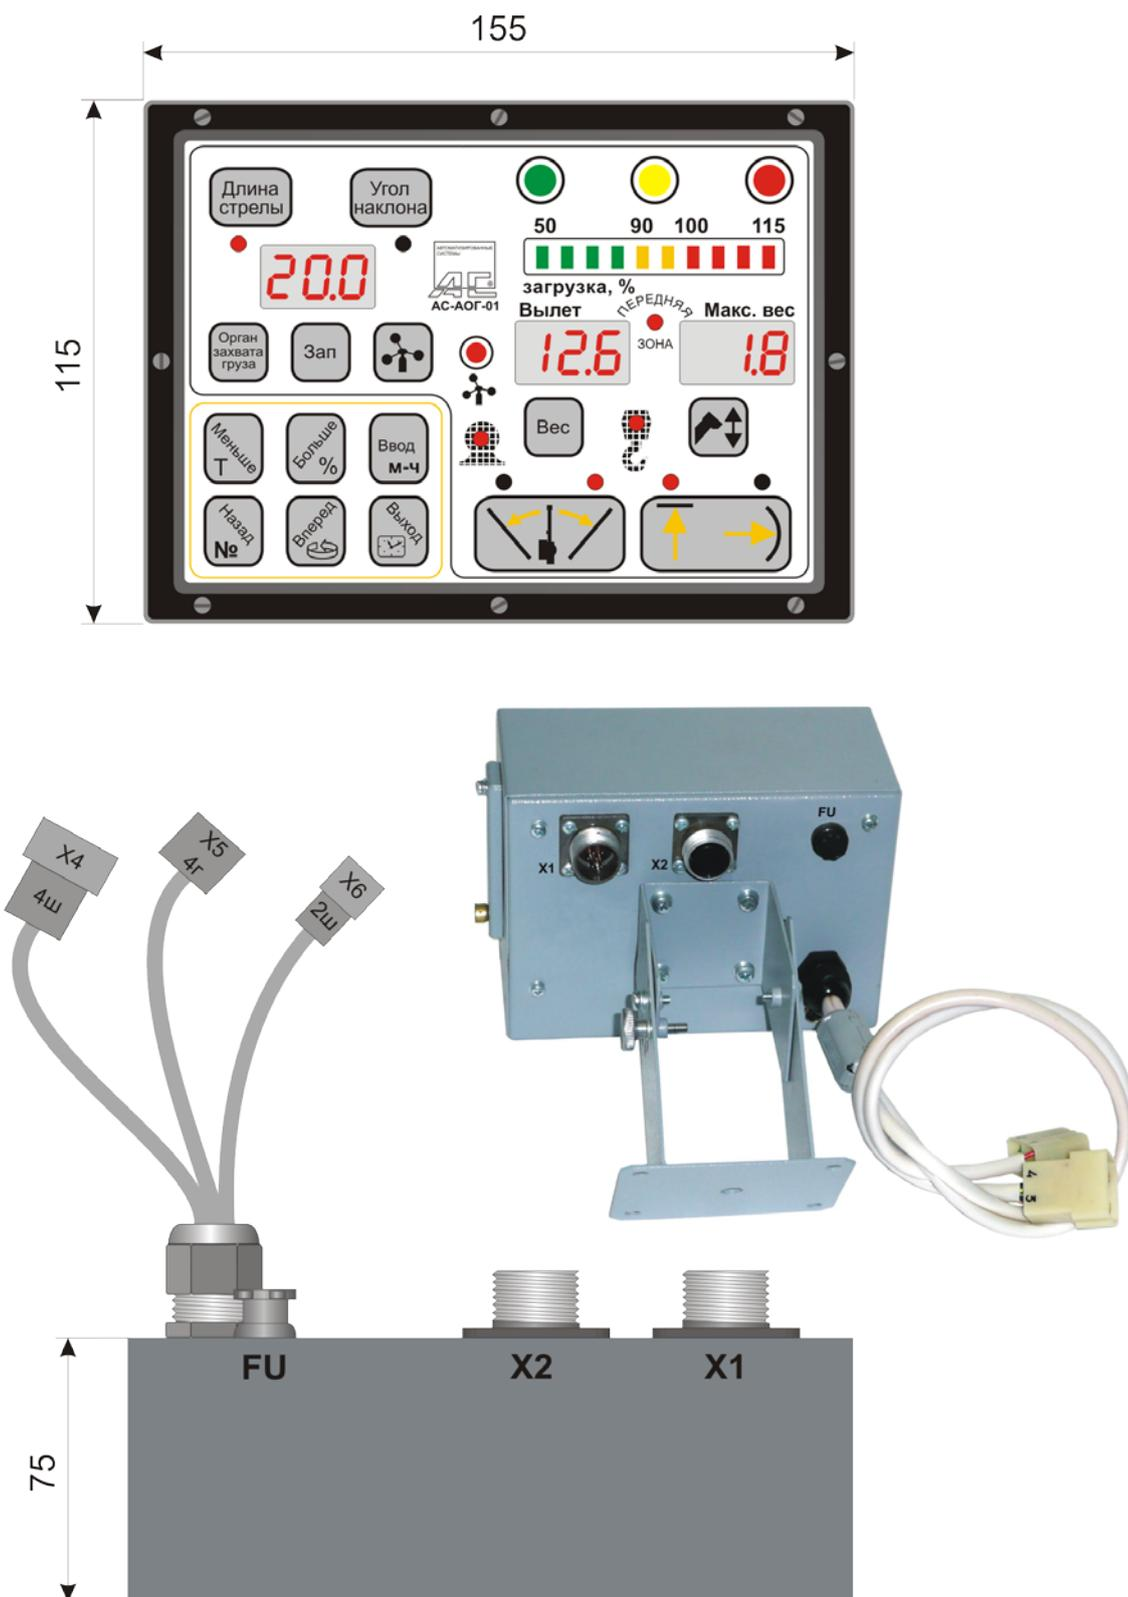
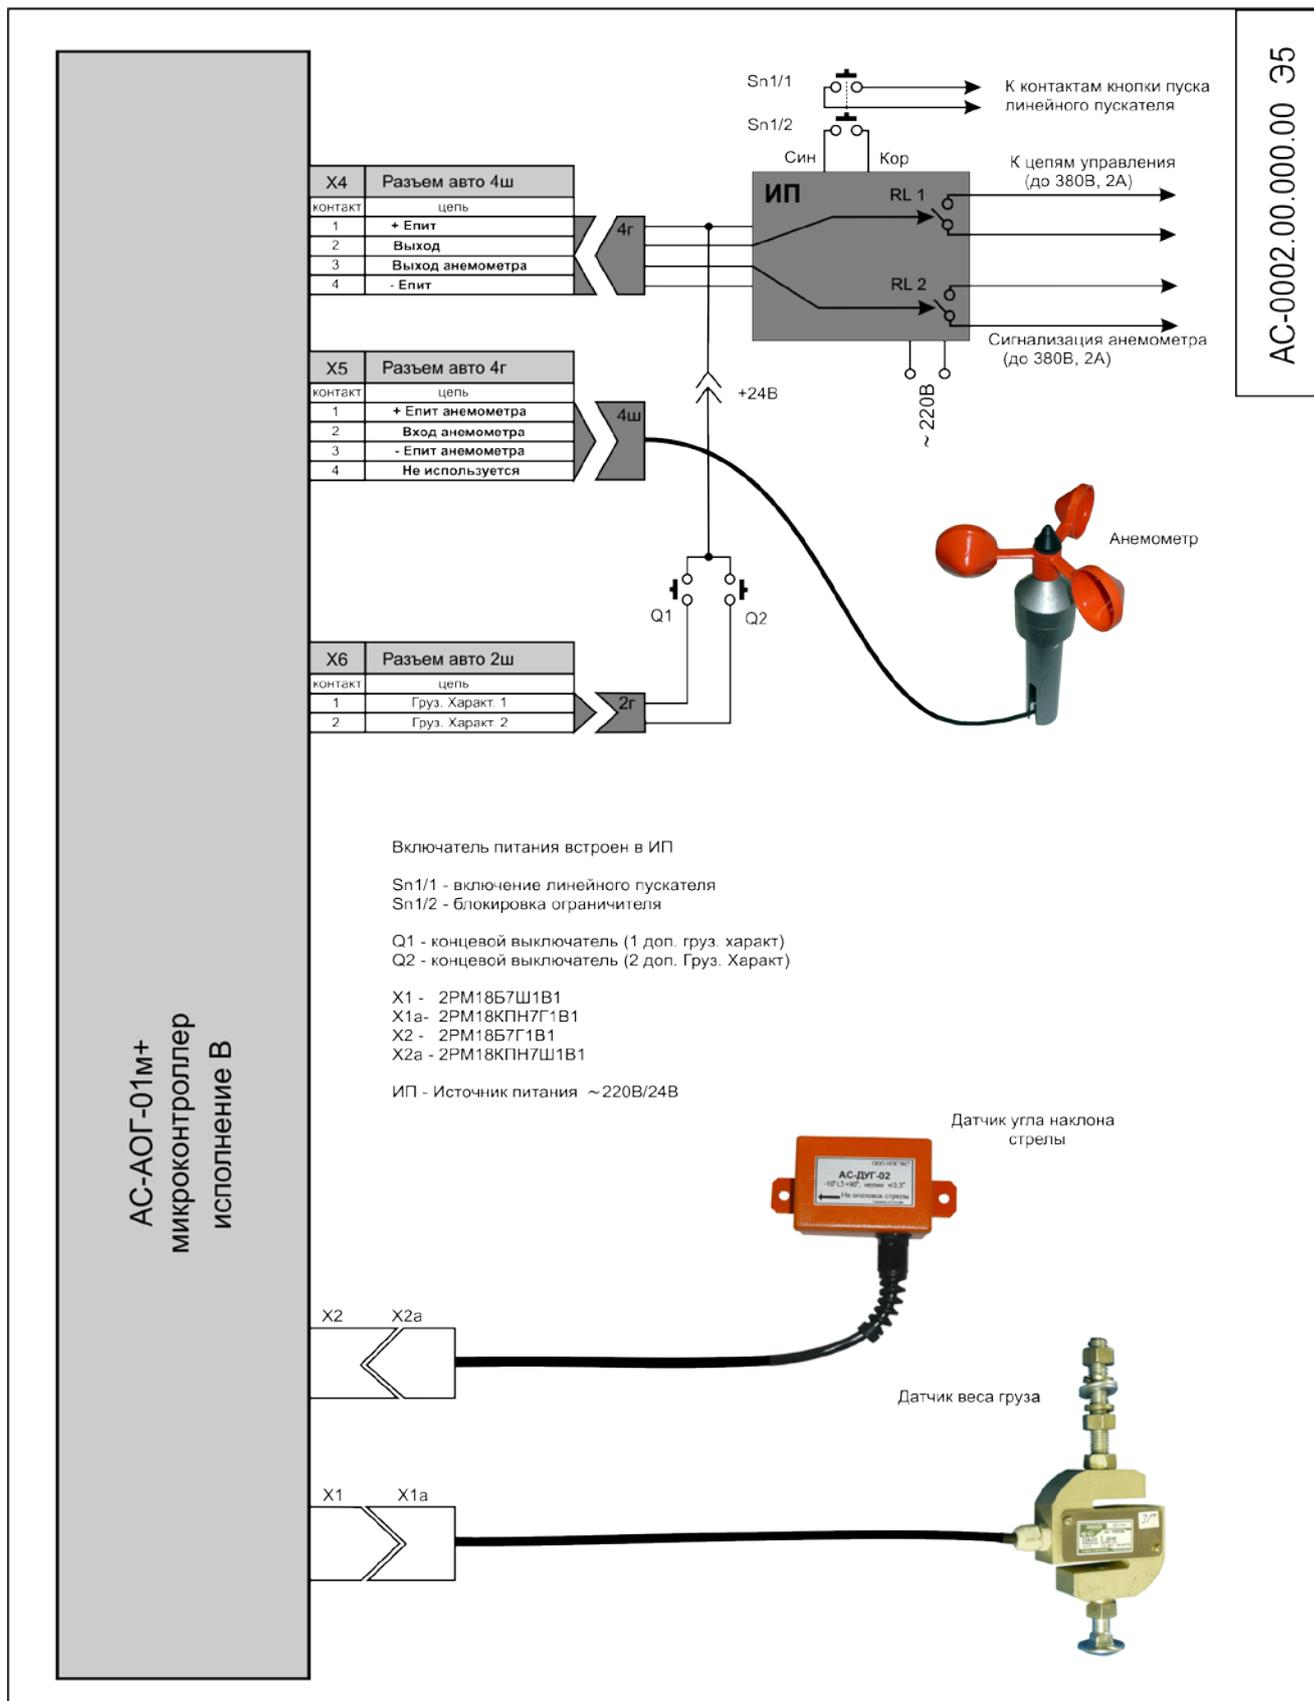

Рис.2
Рис.3
| 1) блок АОГ, включающий "Регистратор параметров" | 1 шт, Рис.2; |
6.1. Описание работы проводится по схеме Рис.3.
Подсоединение АОГ к электрооборудованию крана должно быть произведено в соответствии со схемой подключения Рис.3, через контакты разъемов Х4, Х5 блока АОГ, Рис.2, расположенного на шлейфе, выходящем через гермовывод на задней стенке блока АОГ.
6.3. Напряжение питания от источника питания ИП при установке выключателя, размещенного на источнике питания ИП в положение ВКЛ подается на контакты разъема Х4 блока АОГ, Рис.2.
6.3.3. К блоку питания относятся 2 предохранителя FU1 и FU, рис.2. Самовосстанавливающийся предохранитель FU1 (1А) размещен внутри блока и предназначен для защиты внутренних электронных цепей блока АОГ, а плавкий предохранитель FU (5А), размещен на задней стенке блока АОГ и предназначен для защиты цепей управляющих реле от короткого замыкания. Питание реле осуществляется независимо от внутренних электронных цепей блока АОГ.
6.4. Блок АОГ представляет собой полнофункциональную 16-разрядную микроЭВМ, состоящую из модуля индикации и вычислительного модуля, объединенного с модулем ввода цифровых сигналов, модулем АЦП и аналоговых сигналов, модулем "Регистратора параметров", модулем блока питания и модулем блока реле (все на одной плате), Рис.2.